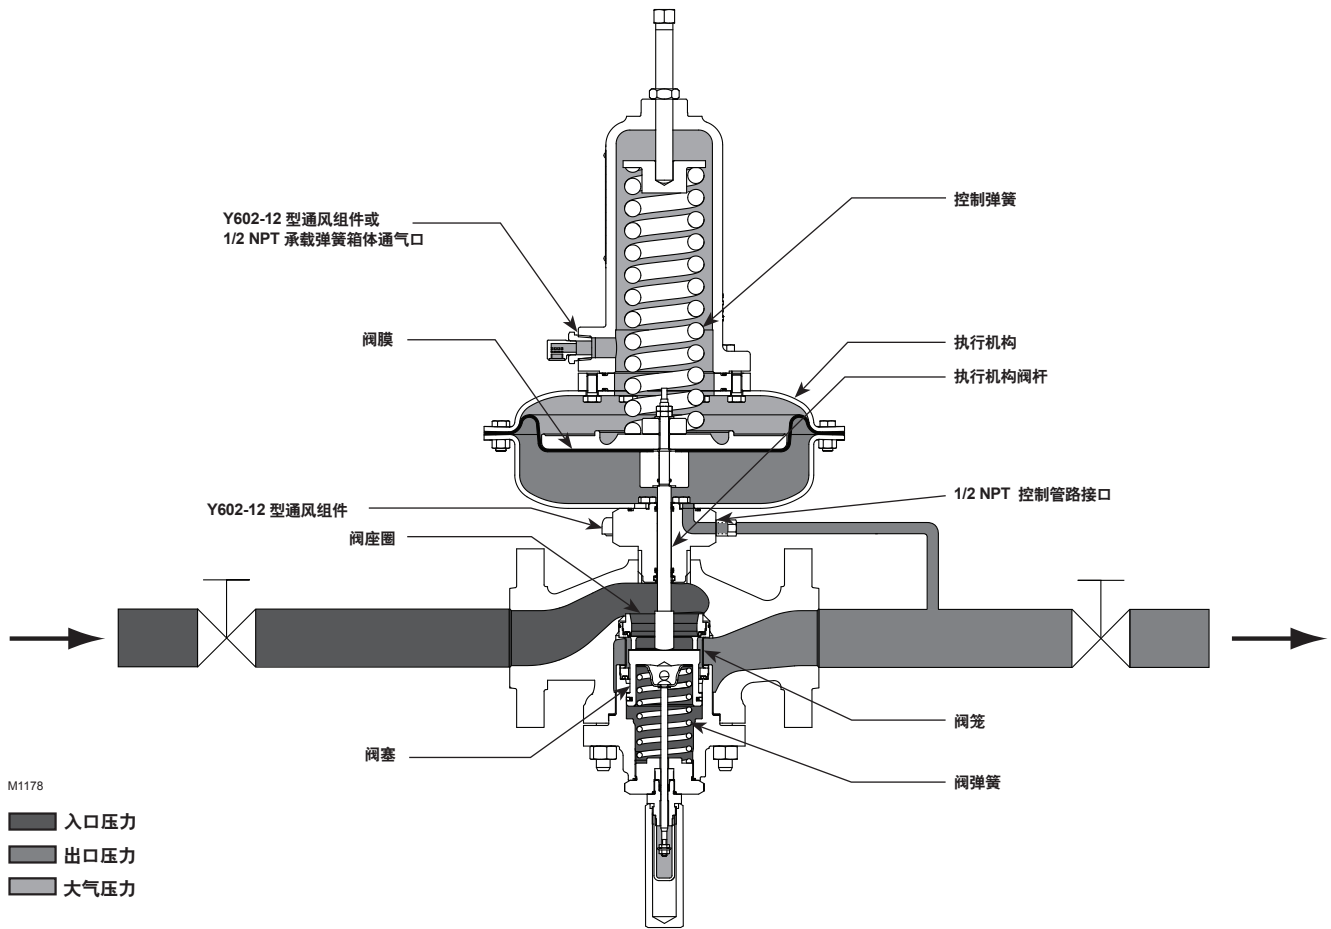
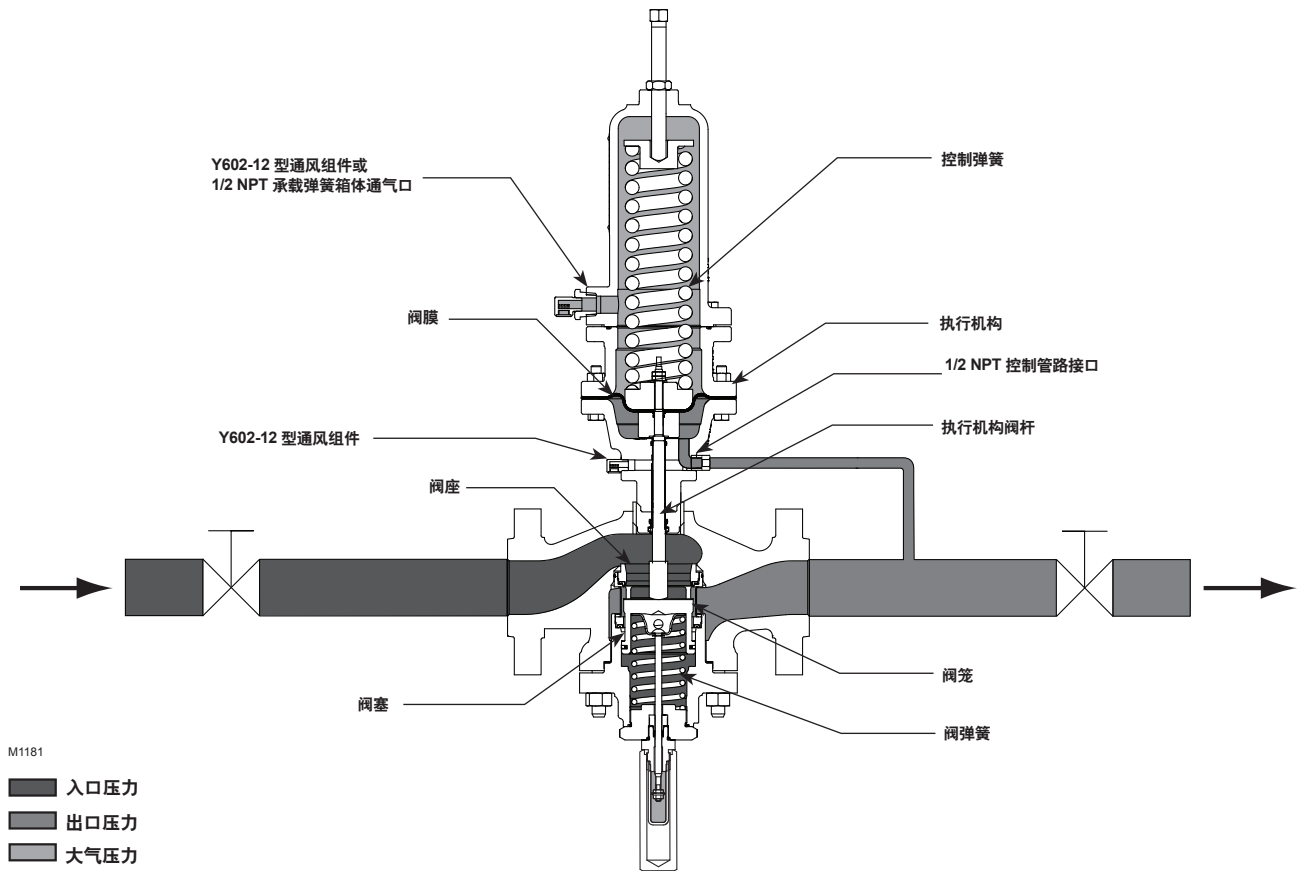
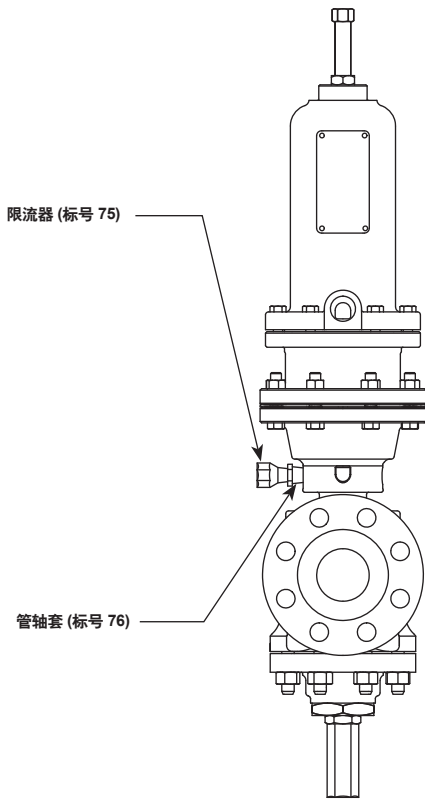

图 2. 带低压执行机构的 MR105 型调压器工作原理图
图 3. 带高压执行机构的 MR105 型调压器调压器工作原理
图 4. 带高压执行机构和限流器的 MR105 型调压器
MR105 型是直接作用式减压调压器。下游压力通过连接在低压执行机构阀盖（低压执行机构配置参见图 2）或下阀膜箱体（高压执行机构配置参见图 3）的 1/2 NPT 控制管路（进行外部压力感应。当下游需求降低时，执行机构阀膜下方的压力随之增加。该压力将会超越调压器的设定点（由调压器的控制弹簧进行设定）。在执行机构阀杆和阀弹簧反应的过程中，阀塞向靠近阀座的方向移动，同时流量降低。当下游需求增加时，执行机构阀膜下方的压力随之降低。弹力将执行机构阀杆向下推动，阀塞向远离阀座的方向移动，下游流量增加，同时开启调压器，以响应阀膜下方减少的压力。阀塞的向下运动使得气体从阀笼流向下游系统。下游压力的增加可使调压器关闭。阀弹簧压力与主阀塞不平衡力相结合，形成使阀塞关闭的正向压力。
为避免内部部件的提前磨损，建议在液体工况时将执行机构设为向上或向下，如图 2 和图 3 中所示。
限流器设计用于在带高压执行机构的调压器，适用于液体工况。请参考图 4。
- 将调压器的通气口垂直向下安装，如图 2 和图 3 所示。如果通气口无法以垂直向下的方向进行安装，那么必须在安装好的调压器外加上一个独立的防护罩。通过将调压器的通气口向下垂直装，可使冷凝物外流，将通过通气口进入的水或其他碎屑降至最低，并将冻降水引起的通气口堵塞降至最低。
MR105 型调压器需要一条下游控制管路来进行正确的压力控制。一条 1/2 NPT 控制管路连接在阀盖（低压执行机构，见图 2）或下阀膜箱体上（高压执行机构，见图 3）。对于带快开式阀笼（液体工况）的高压执行机构，应在 1/2 NPT 控制管路接口（见图 4）安装管轴套（标号 76）和限流器（标号 75）。